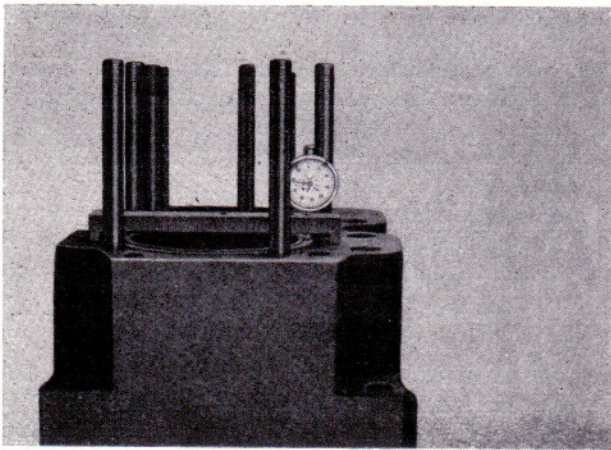

Bild 99
- Meßbrücke mit Meßuhr auf den Zylinderlaufbuchsenbund aufsetzen und das Überstehmaß feststellen (Bild 99).